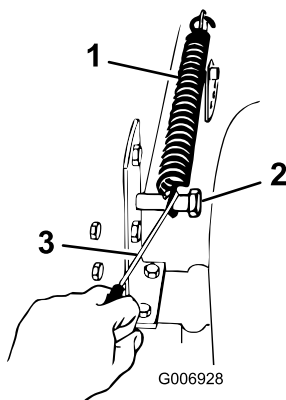

Bild 37
5. Nehmen Sie die hubgestützte Schnitthöhenfeder von der Befestigungsschraube ab (Bild 37). Die Feder befindet sich zwischen Rahmen und rechtem Hinterrad.
13. Stellen Sie den Schnitthöhenhebel auf Kerbe D. Haken Sie die hubgestützte Feder zur Einlagerung an der Befestigungsschraube ein (Bild 37).